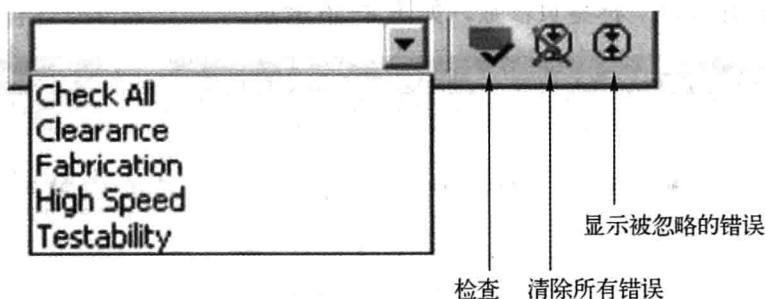

图 8-58 设计验证工具
(3) 单击设计验证工具栏, 调出设计验证工具, 如图 8-58 所示。